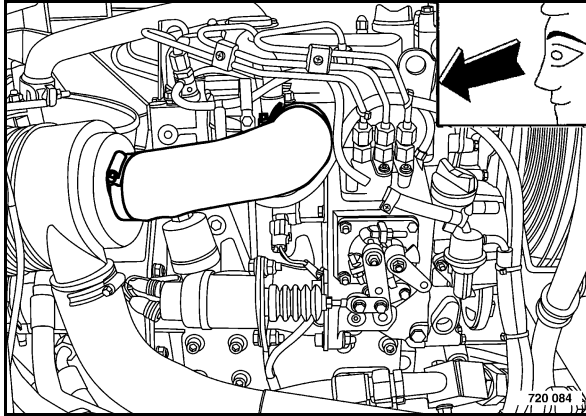

Рис. 92
- Проверить крепление стяжных хомутов (Рис. 92); при необходимости, подтянуть.